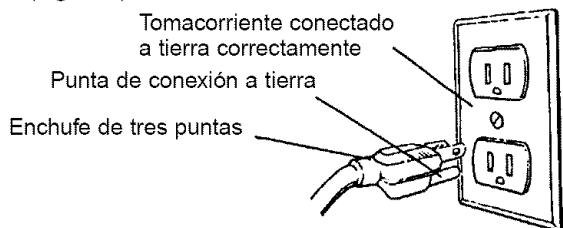

Figura 9 - Receptáculo de 3 puntas
- La herramienta está equipada con un cordón de 3 conductores aprobado, con una capacidad de 300 V y con un enchufe tipo conexión a tierra de tres puntas (vea la Figura 9), para proteger al usuario contra los peligros de sacudidas eléctricas.
- El enchufe de conexión a tierra debe enchufarse directamente en un receptáculo tipo conexión a tierra de 3 puntas, instalado correctamente y conectado a tierra, tal como se muestra (Figura 9).